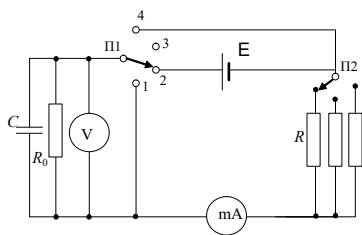
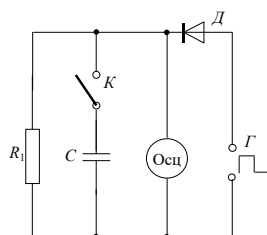

Рис.1. Электрическая схема установки
Рис. 2. Электрическая схема для наблюдения быстрых процессов
Когда переключатель П1 на рис.1 находится в положении 2, ток протекает в замкнутой цепи «E -  $R_0$  - mA - R». Амперметр «mA» измеряет ток в цепи, вольтметр «V» – напряжение на резисторе  $R_0$ , переключатель П2 позволяет выбрать одно из трех сопротивлений резистора R. Схема, изображенная на рис. 2, предназначена для изучения с помощью осциллографа зависимости от времени напряжения на резисторе при его подключении к генератору «Г» прямоугольных импульсов.
2. Зарисуйте в тетради электрическую схему установки (рис.1).
7. В качестве вольтметра и амперметра (см. рис.1) используются мультиметры, каждый из которых может измерять напряжение, ток и сопротивление. Один из этих приборов будем условно называть амперметром (обозначен "mA" на рис. 1), другой – вольтметром.
12. Вольтметр и амперметр выключите. Ключ  $K$  (рис. 2) должен быть разомкнут. Прочитайте Приложение 4. Включите осциллограф. Ручку, регулирующую амплитуду выходного напряжения на генераторе, установите примерно в среднее положение. Пользуясь инструкцией по работе с осциллографом, наблюдайте на экране осциллографа зависимость напряжения на резисторе  $R_1$  от времени. Измерьте при помощи осциллографа амплитуду  $U_m$  и период  $T$  повторения импульсов, рассчитайте частоту колебаний  $\nu = 1/T$ . Измерения проведите при двух различных положениях переключателей "Вольт/деление" и "Время/деление" осциллографа.